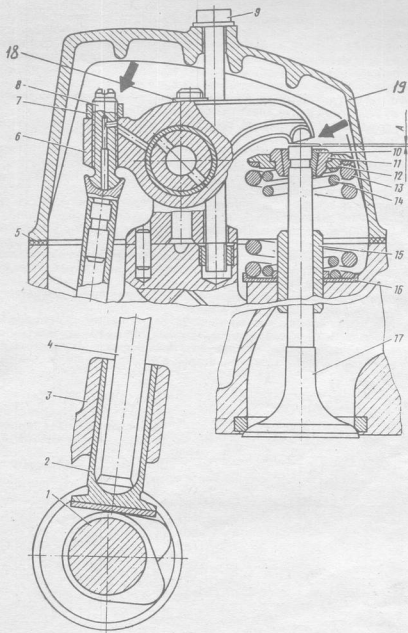
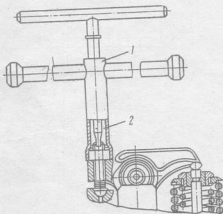

Рис. 3. Механизм газораспределения:
Рис. 4. Регулировка тепловых зазоров приспособлением И-801.14.000:
9. Проверить и при необходимости отрегулировать зазоры А (Рис. 3) в клапанном механизме с помощью приспособления, показанного на рис. 4. Зазор должен быть в пределах 0,20—0,25 мм для впускного клапана и 0,35—0,40 для выпускного клапана. Проверку и регулировку выполнять в следующей последовательности:
- повернуть коленчатый вал по ходу вращения (против часовой стрелки со стороны маховика) на угол 60° (поворот маховика на угловое расстояние между двумя соседними отверстиями соответствует повороту коленчатого вала на 30°), т. е. в положение 1; при этом клапаны 1-го и 5-го цилиндров закрыты (штанги 4 (Рис. 3) клапанов проворачиваются от руки);